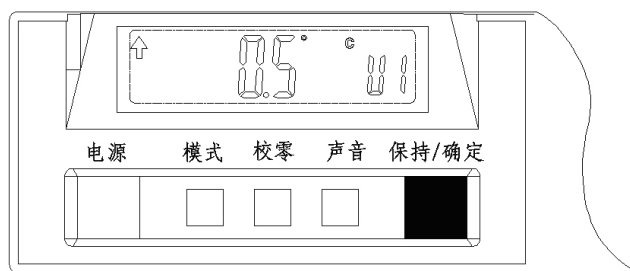

图 G-12
2) 保持坡度计不动，再轻压【保持/确定】按钮一次，坡度计液晶显示区右侧小字体显示为“U1”，见图 G-12；